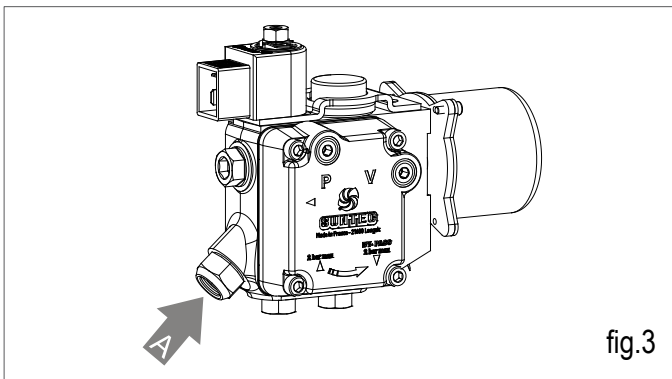

fig.3
ni desprendimiento de combustible. Si la presión de bomba a potencia mínima es insuficiente para mantener una estabilidad adecuada de la llama y/o un CO₂ entre los valores indicados podrá aumentarse hasta un máximo de 2 bar a través del tornillo A de la bomba [fig 3]. No es aconsejable disminuir la presión
- comprobar que la lectura de presión del manómetro que se ha montado en la bomba de combustible sea la indicada en la Tabla 1 siguiente en función del modelo. En caso contrario actuar sobre el tornillo A [fig 3] en sentido horario para aumentar la presión o en sentido anti-horario para disminuirla.